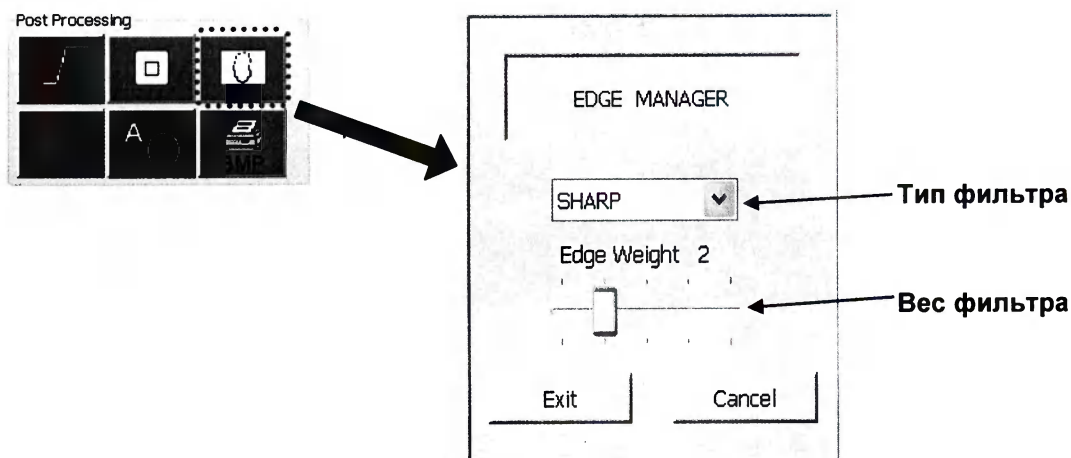

Рисунок 111
9.5.13.4.2 Для применения пространственных фильтров используйте меню **Edge Manager** (см. рисунок 111).